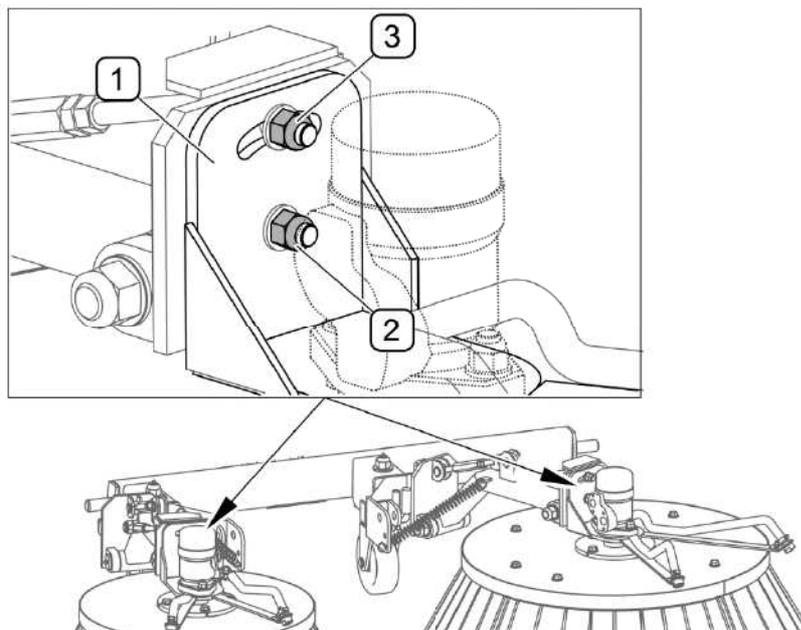

FIGURE 5.8 Le réglage de l'inclinaison transversale des brosses
- 3) Le réglage de l'inclinaison transversale des brosses (FIGURE 5.8)
(1) - le support de fixation du moteur hydraulique; (2) - l'axe de rotation du support; (3) - l'écrou de blocage
Pour régler l'inclinaison transversale (FIGURE 5.8) il convient desserrer les écrous (2) de l'axe de rotation et les écrous de blocage (3) et mettre en position demandé le support (1) de fixation du moteur hydraulique. Régler l'angle de l'inclinaison de chaque brosse indépendamment.